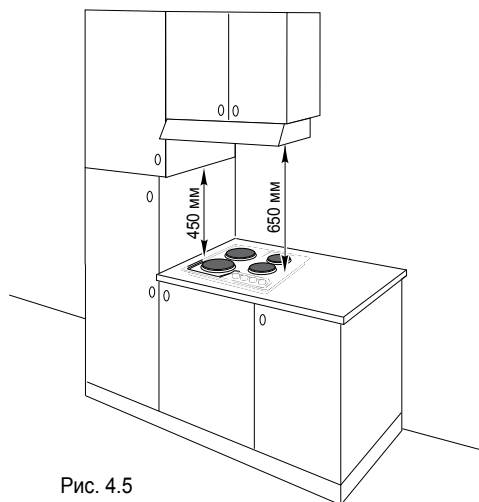

Рис. 4.5
- ✓ Расстояние между варочной поверхностью и настенным шкафом или вытяжным колпаком, установленным непосредственно над ней, должно быть не менее 650 мм (Рис. 4.5).
**ПРИМЕЧАНИЕ:** При установке варочной поверхности над духовым шкафом, необходимо предусмотреть наличие принудительной системы вентиляции. Благодаря каналам естественной вентиляции, показанным на Рис. 4.5, обеспечивается надлежащее охлаждение варочной поверхности.